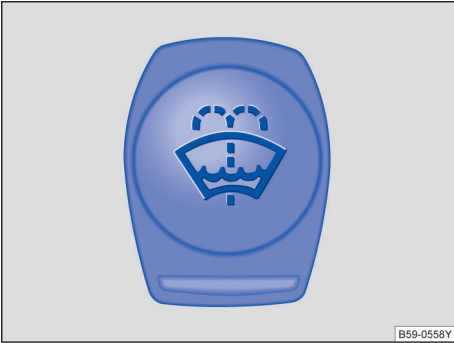

图 143 发动机舱内：车窗清洗液容器盖。
- 车窗玻璃清洗液储液罐可通过盖子上的符号 识别 → 图 143。